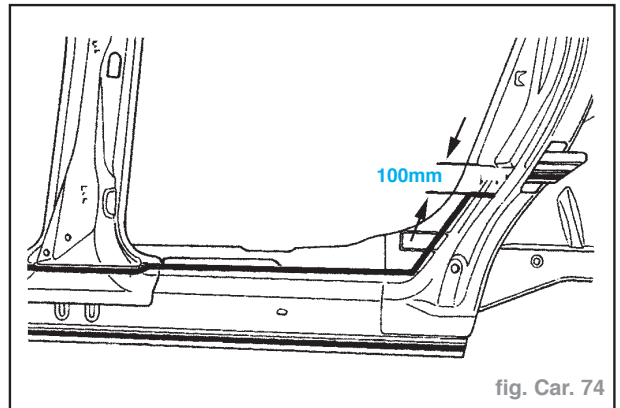

fig. Car. 74
- Extruder un cordon régulier sur le châssis (suivant dessin) (fig. Car. 74 et 75).